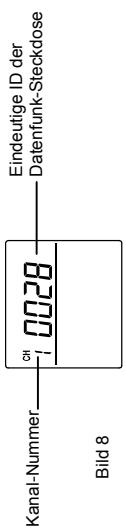

Bild 8
- Durch Drücken der DISPLAY-Taste für längere Zeit wird die Identifikationsnummer (ID) der diesem Kanal (Bild 8) zugeordneten Datenfunk-Steckdose angezeigt (jede Datenfunk-Steckdose besitzt ihre eindeutige ID). Die ID wird angezeigt, solange die Taste gedrückt ist.